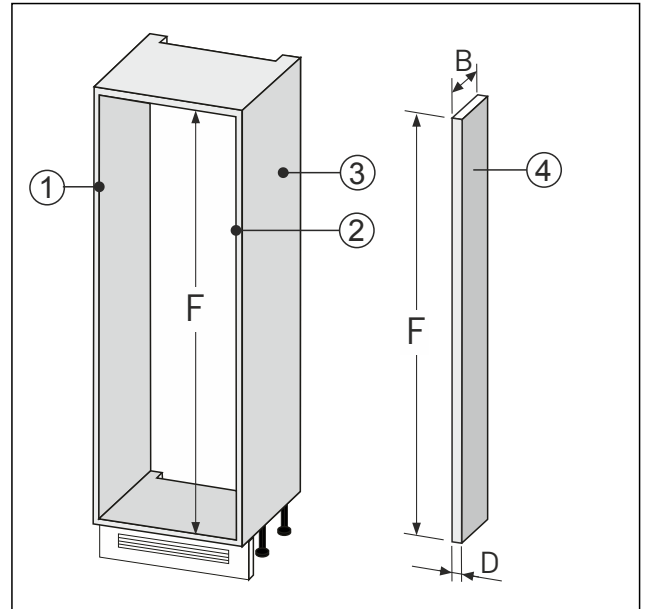

Fig. 92
► Valmista seinätasaus Fig. 92 (4) edellä mainittujen mittojen mukaan.